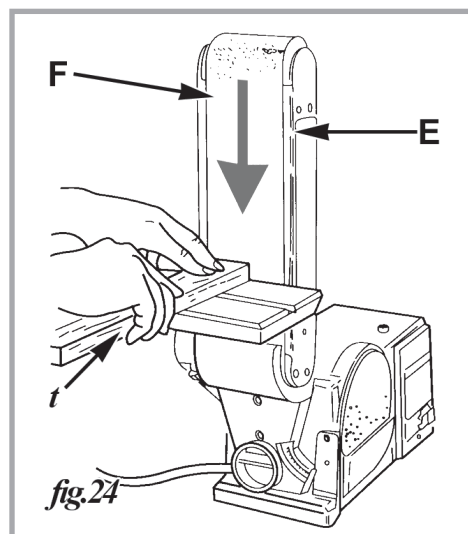

fig.24
1. Il est plus commode de sabler au bout de longues pièces (fig.24), avec la courroie de ponçage (F, fig 24) en position verticale.